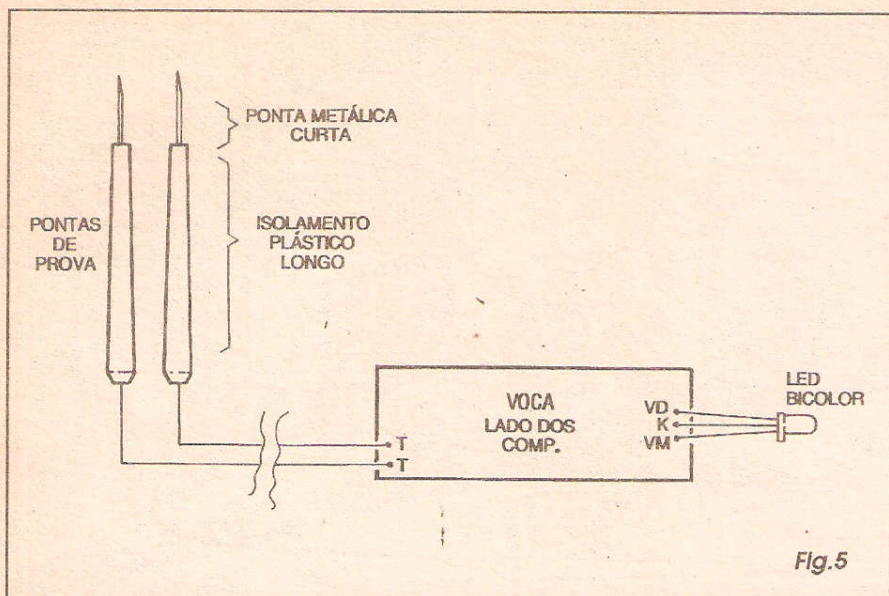

Fig. 5
- **FIG. 5 - CONEXÕES EXTERNAS À PLACA** - Poucas e muito simples, as ligações da placa pra fora estão detalhadas na figura, onde a plaquinha continua vista pelo seu lado sem cobre (o mesmo onde ficam os componentes, já visualmente *mastigados* no diagrama anterior...). Observar com cuidado as conexões dos terminais do LED bicolor, eventualmente recorrendo à **FIG. 3** para sua perfeita identificação... Notar ainda (quanto ao LED...) que o componente, dependendo da forma, dimensões e disposição geral do *container* adotado ou obtido, poderá tanto ficar em posição definitiva *perpendicular* à placa, quanto em posição *longitudinal* (a mostrada, como exemplo, na figura...). As pontas de prova devem ter seus respectivos cabos ligados aos pontos T-T da placa, lembrando que os ditos fios, para conforto e praticidade no uso do **VOCA**, não devem ser muito curtos (no mínimo, de 30 a 50 cm.), além de *obrigatoriamente* deverem ser de tipo bem resistente e flexível, isolado... Como as pontas lidarão com C.A., não precisam de nenhuma indicação ou codificação de polaridade, podendo então ser ambas da mesma cor (nada impedindo, contudo, o uso do velho e *manjado* par vermelho/preto, conforme usado nos multímetros comuns...).